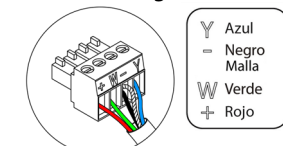

Fig. 16
④ Para la conexión con el termostato dispone de una borna de 4 pines. Fije los cables con los tornillos de la borna respetando el código de colores (Fig. 16).